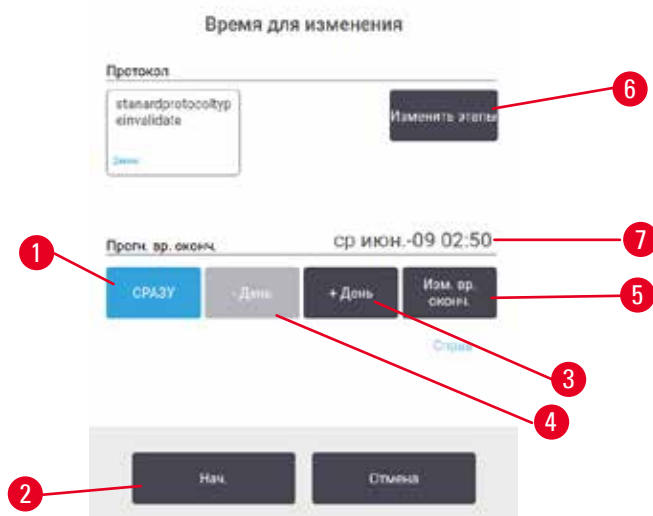
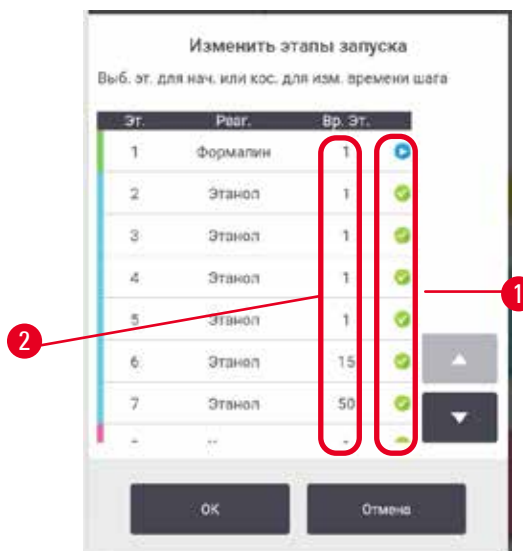

Рис. 53
Рис. 55
Назначить выполнение протокола на определенное время можно в диалоговом окне **Время для изменения** (→ Рис. 53). Диалоговое окно открывается после загрузки протокола, ID ввода корзин и количества кассет (→ р. 80 – 5.5.2 Изменение первого этапа для единичного запуска).
1. Начните запуск протокола в обычном порядке с экрана **Статус** и продолжайте, пока не откроется диалоговое окно **Время для изменения** (→ Рис. 53). Нажмите кнопку **Изменить шаги** (→ Рис. 53-6), чтобы открыть диалоговое окно **Изменить шаги протокола** (→ Рис. 55).